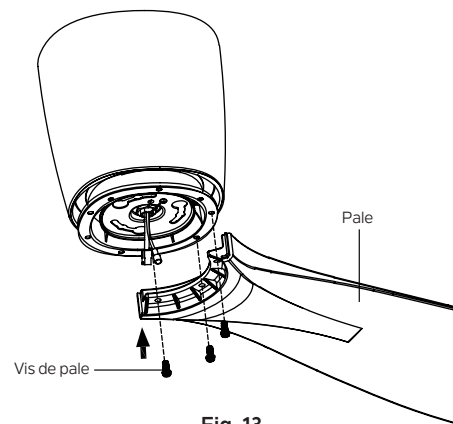

Fig. 13
**Étape 1.** Fixez les pales du ventilateur au volant à l'aide des vis des pales et serrez-les fermement. (Fig.13)